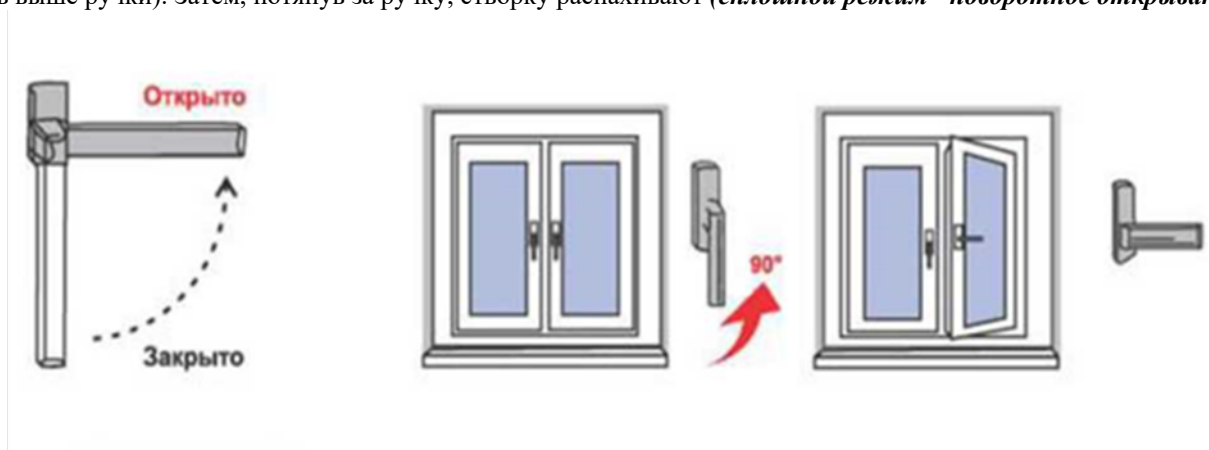

Рисунок 1.
- 2) Чтобы открыть (распахнуть) створку окна, ручку поворачивают на 90 градусов в горизонтальное положение (положение «Открыто» на Рис. 1). При повороте ручки закрытую створку слегка прижимают к раме другой рукой (чуть выше ручки). Затем, потянув за ручку, створку распахивают (*сплошной режим - поворотное открывание*).